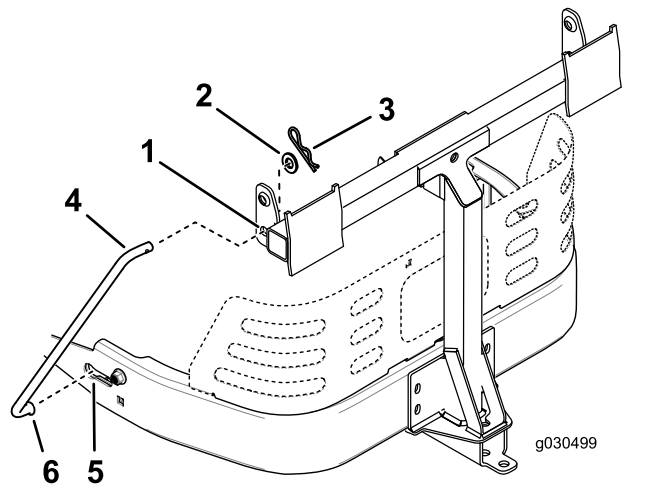

Figura 18
4. Instale un extremo doblado abocinado de una varilla en la ranura con forma de bocallave en el lado izquierdo del bastidor de la máquina y mueva la varilla hacia atrás para que se apoye en el bastidor (Figura 18).
en Figura 18, y sujete el extremo de cada varilla con una arandela y una chaveta.